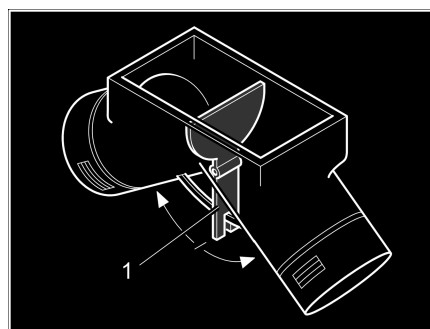

Fig. 113 Ventilateur à air pulsé, vanne de réglage en position intermédiaire
En position intermédiaire, l'air chaud se répartit uniformément sur les deux sorties à air chaud. Le levier de commande (Fig. 113,1) pour la vanne de réglage est installé sous le portillon de la penderie.
- Pousser le levier de commande (Fig. 113,1) dans le sens de la flèche jusqu'à obtention de la position désirée.